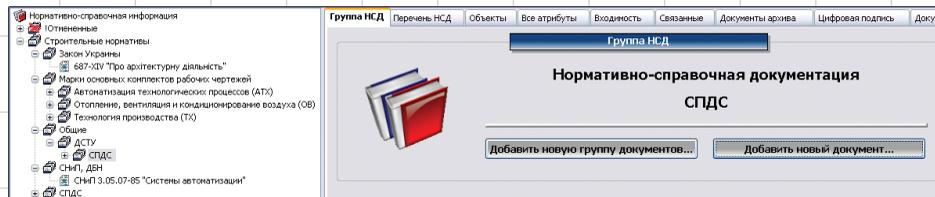

Рис. 1. Структура модуля НСД
Модуль является перечнем документов, организованным в виде дерева со свободной группировкой по различным признакам (рис. 1).
- хранение отмененной документации для обеспечения связи между действующими и недействующими нормативными документами (см. рис. 1).